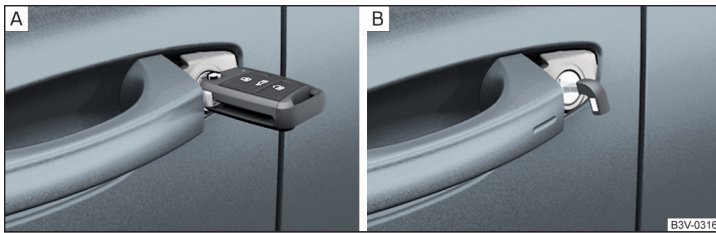

Abb. 247 Griff an der Fahrertür: Schlüssel mit herausklappbarem Schlüsselbart / KESSY-Notschlüssel
- › Bei Fahrzeugen mit **Linkslenkung** den Schlüssel mit herausklappbarem Schlüsselbart **mit den Tasten nach oben gerichtet** » Abb. 247 - [A] in den Schließzylinder stecken und das Fahrzeug ent-/verriegeln.
- › Bei Fahrzeugen mit dem **System KESSY** den Notschlüssel mit dem Griff nach unten gerichtet » Abb. 247 - [B] in den Schließzylinder stecken und das Fahrzeug ent-/verriegeln.